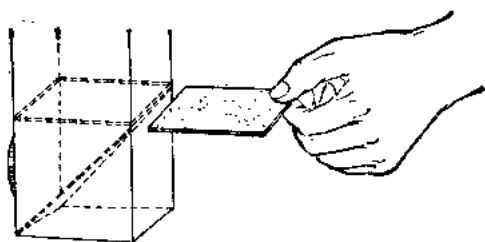

图 6
6. 对准镜头, 放平面镜, 再在平面镜的上面水平方向上放上毛玻璃。为放毛玻璃, 可先在木板内侧上用小刀开凹槽, 便于毛玻璃推入, 而在镜头对面一块木板相应地方, 开一条狭缝, 缝宽略大于毛玻璃厚度(图 6)。